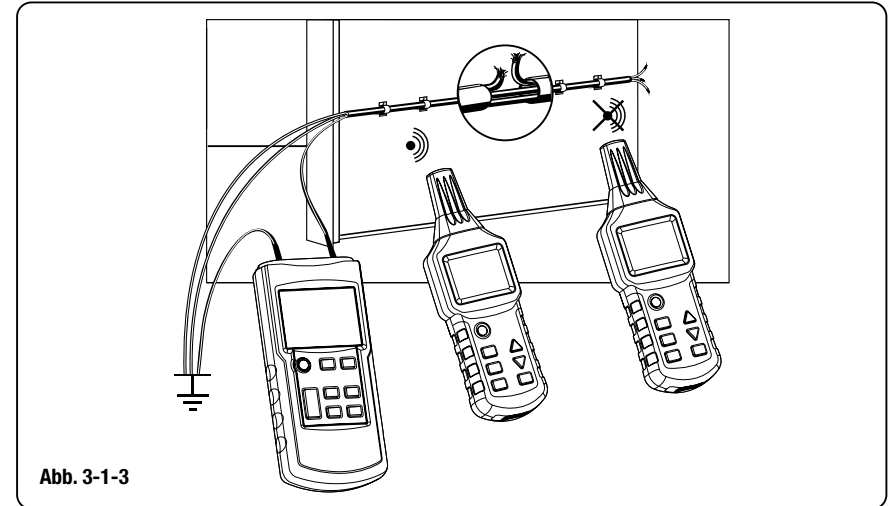

Abb. 3-1-3
- > Alle Leitungen, die nicht gebraucht werden, müssen an die Hilfserde gemäß Abb. 3-1-3 angeschlossen werden.
- > Schließen Sie den Transmitter an einen Leitungsanschluss und an eine Hilfserde gemäß Abb. 3-1-3 an.